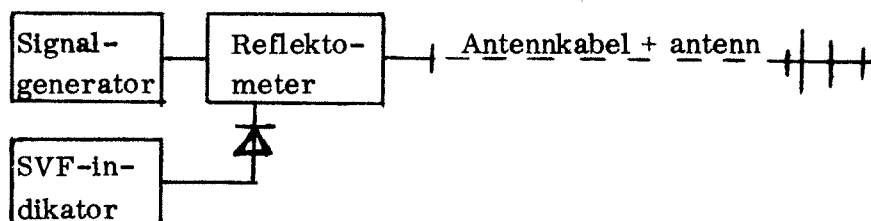

Bild 2.
4.2.2.1 Koppla upp enligt bild 2.